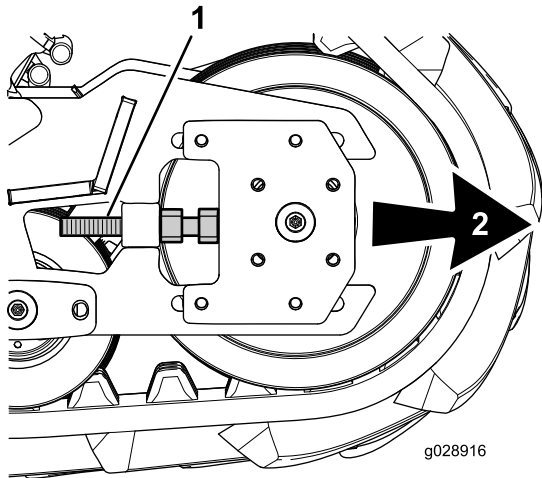

Figura 20
9. Gire los pernos de los ajustadores de oruga internos y externos hacia afuera (Figura 20) la misma cantidad, para que la tensión de la oruga sea equivalente mientras la fija en el lugar.